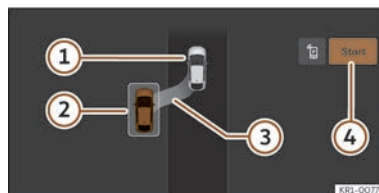
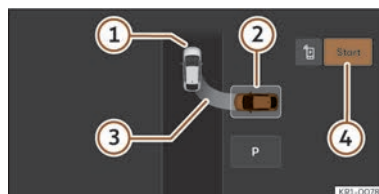

Fig. 152 Pe afișajul sistemului Infotainment: poziție de parcare paralelă.
Fig. 153 Pe afișajul sistemului Infotainment: poziție de parcare spațiu de parcare transversal.
>>> **fig. 152**, >>> **fig. 153**
- ① Autovehiculul dvs.
- ② Loc de parcare detectat
- ③ Indicație care prezintă manevra de parcare propusă
- ④ Începerea manevrei de parcare
• Priviți afișajul ecranului sistemului Infotainment pentru a vedea dacă a fost detectat un loc de parcare „corespunzător” și dacă autovehiculul a ajuns în poziția corespunzătoare pentru parcare >>> **fig. 152**, >>> **fig. 153**. Oprțiți autovehiculul și urmați instrucțiunile afișate pe ecranul Infotainment.
• Oprțiți autovehiculul, apăsați frâna și, după o scurtă pauză, apăsați butonul **Start** ④ din sistemul Infotainment.